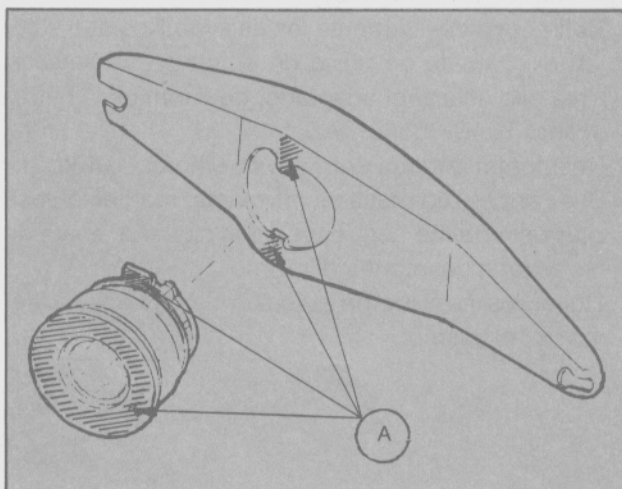

Fig. 6 - Instalación del cojinete de empuje en la horquilla de desembrague.
- Introducir el cojinete en el orificio mayor de la horquilla y correrlo hasta dejarlo trabado en las 2 pestañas (Fig. 6).